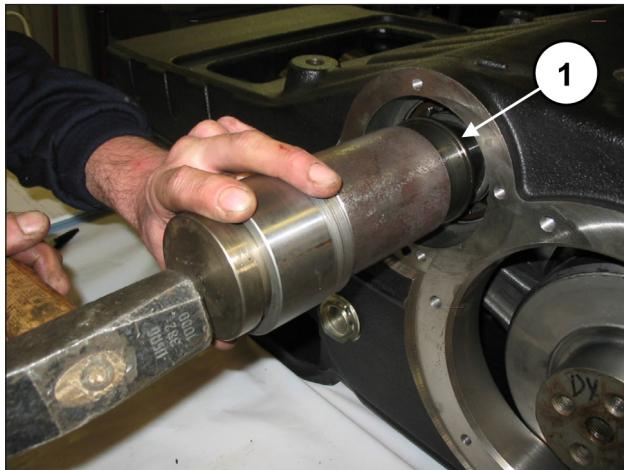
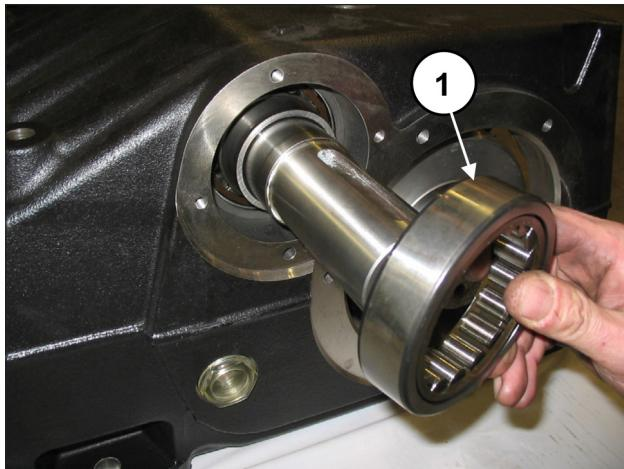

图 61
图 62
插入泵的单个轴承侧的内圈（位置①，图 61）和外圈（位置①，图 62）。
插入最后一个轴承的内环（①，图 61）和外环（①，图 62）。